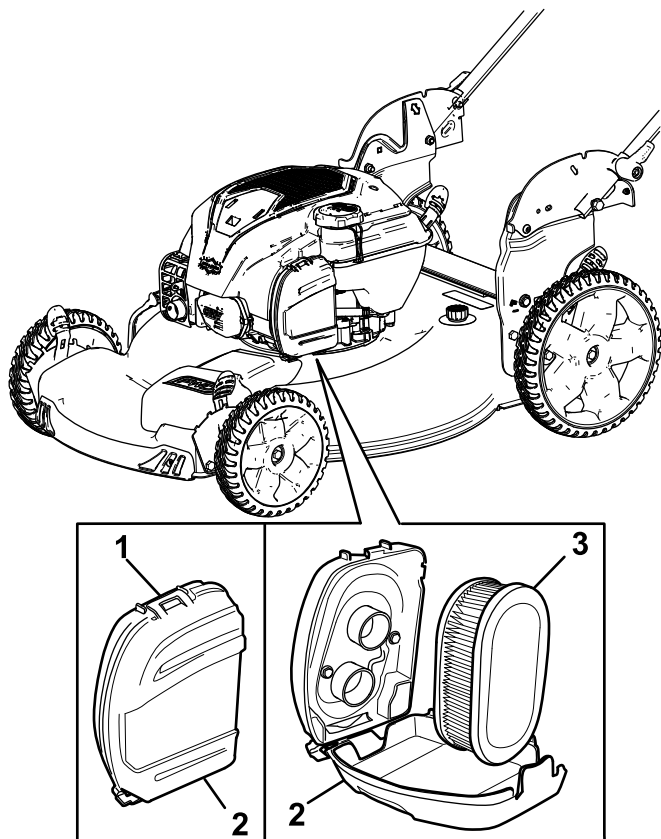

Figura 21
1. Abra los cierres de la parte superior de la tapa del filtro de aire (Figura 21).
2. Retire el filtro de aire (Figura 21).